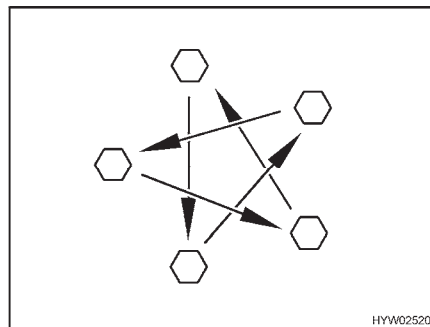

Bild 171 Radmuttern oder Radschrauben über Kreuz anziehen
- Radmuttern oder Radschrauben regelmäßig auf festen Sitz prüfen. Radmuttern oder Radschrauben eines ausgewechselten Rades nach 50 km über Kreuz nachziehen (Bild 171).